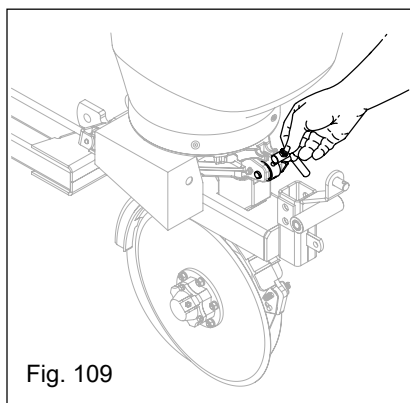

Fig. 109
- Solte a presilha de fixação do bloco da plantadora (Fig. 109).